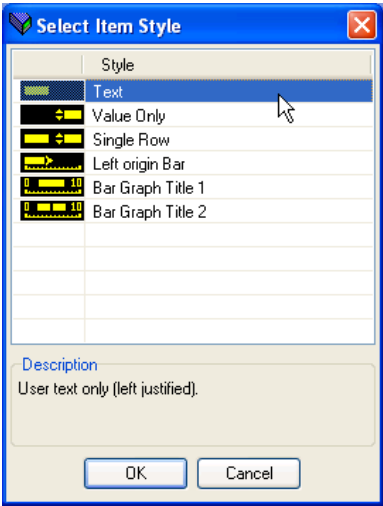

图 143 样式选择窗口
2. 双击 “Promote Parameter List” 内任意单元格，弹出 “Select Item Style” 窗口（图 143）。